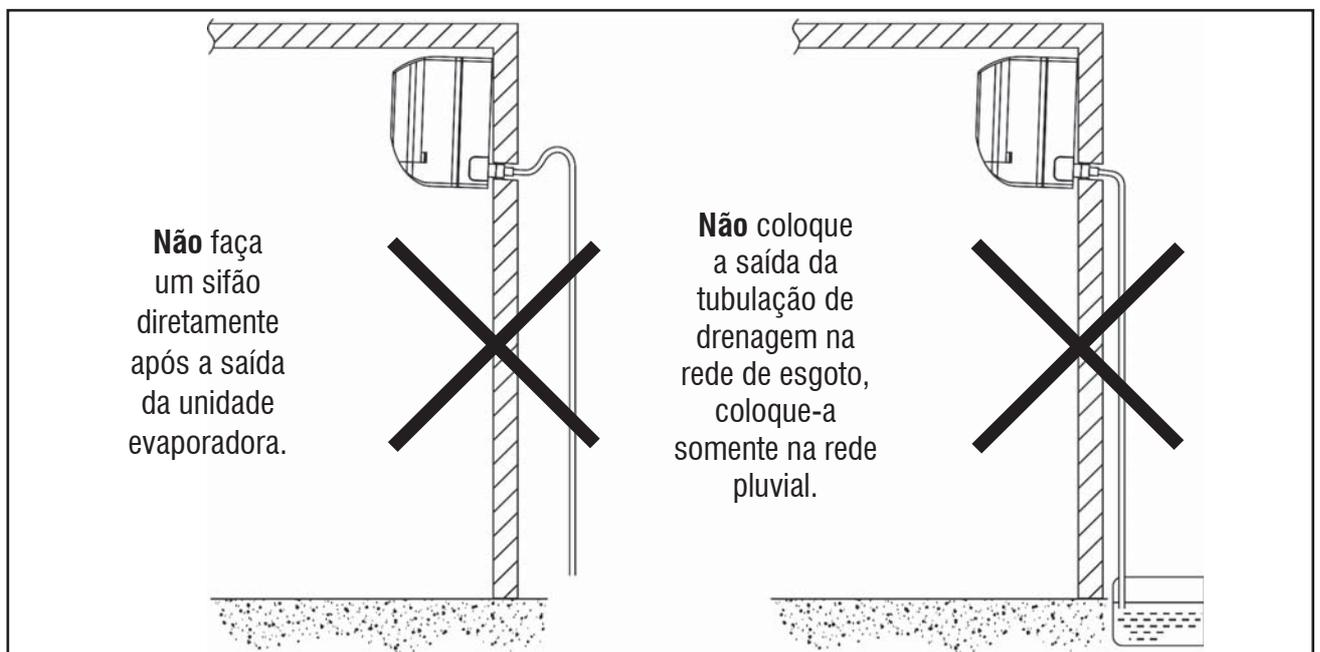

FIGURA 14 - SITUAÇÕES DE DRENAGEM INEFICAZ
**Lembre-se que a drenagem se dá por gravidade mas que no entanto a tubulação do dreno deve possuir declividade. Evite, desta forma, situações como indicadas na figura 14.**